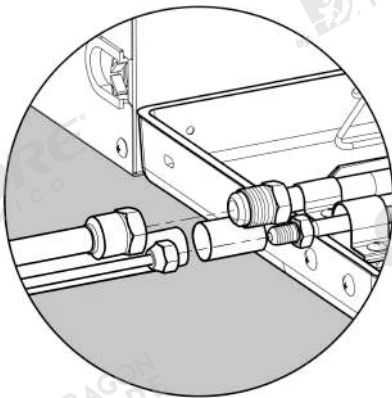

Fig.13
- (1) Retire la tapa del tubo y el tapón del tubo.
- (2) Dirija la parte abocinada del tubo de cobre hacia el centro de la junta roscada. Gire la tuerca abocinada firmemente con la mano, como en la Fig.13 (Asegúrese de que la tubería interior está correctamente conectada. Una ubicación incorrecta del centro impedirá que la tuerca abocinada se retuerza con seguridad. La rosca de la tuerca se dañará si la tuerca abocinada se retuerce a la fuerza).